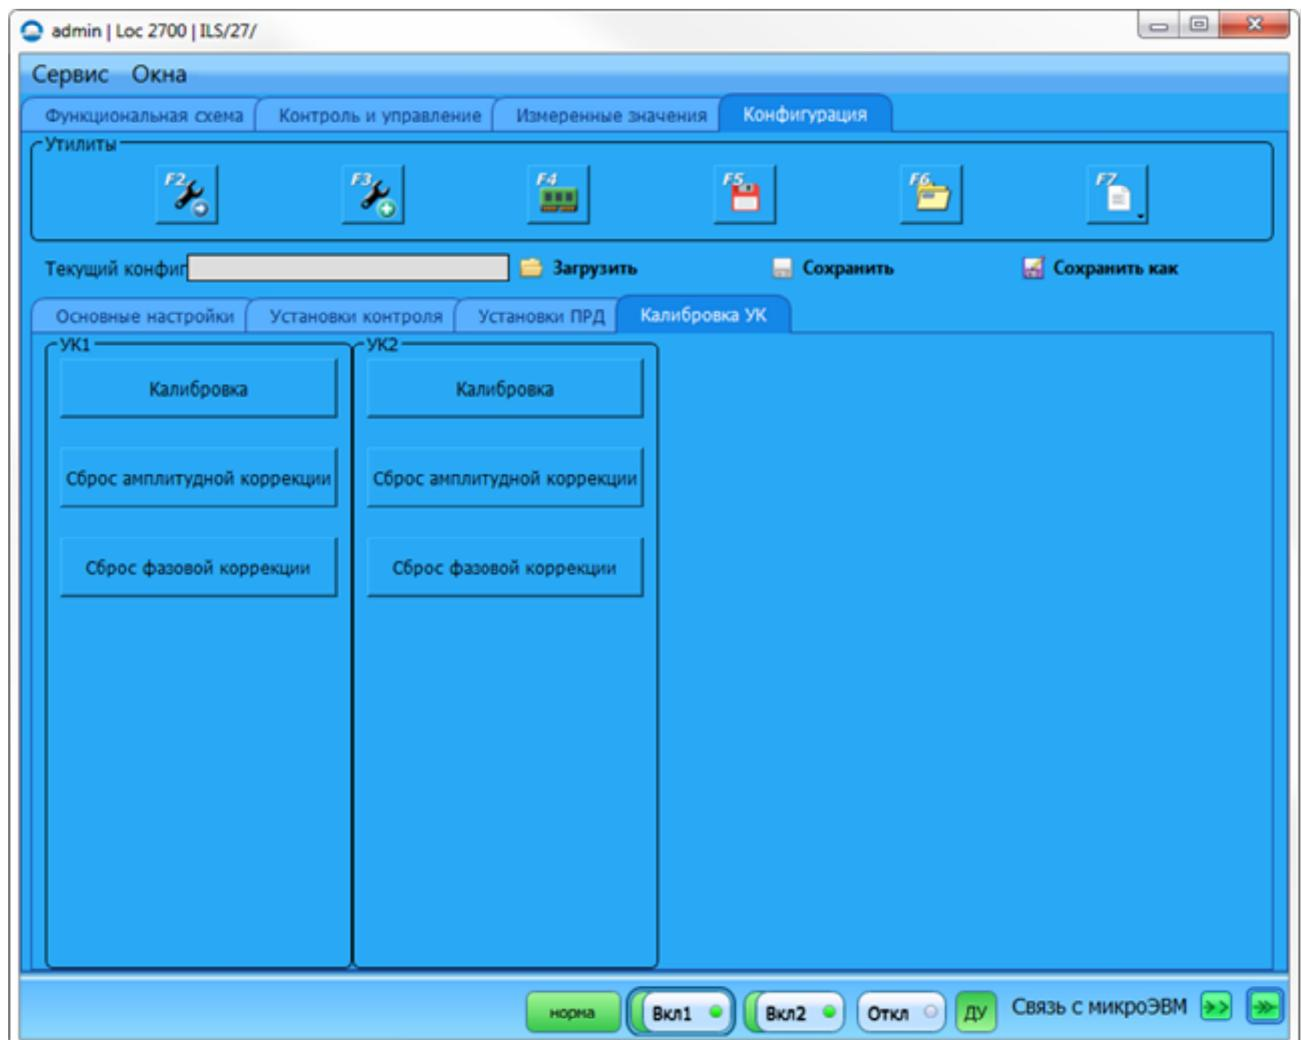

Рисунок 2.8 – Вкладка «Конфигурация» – «Калибровка УК»
2.6.2.4 Вкладка «Конфигурация» – «Калибровка» (рисунок 2.8) позволяет откалибровать устройства контроля в автоматическом режиме. Данная операция доступна пользователю с уровнем доступа инженер. Выполнение калибровки устройств контроля допускается при условии исправности передающего тракта радиомаяка и соответствия ЭД. Выполняется после подтверждения номинальных параметров при проведении периодической летной проверки или замены УК из состава ЗИП.